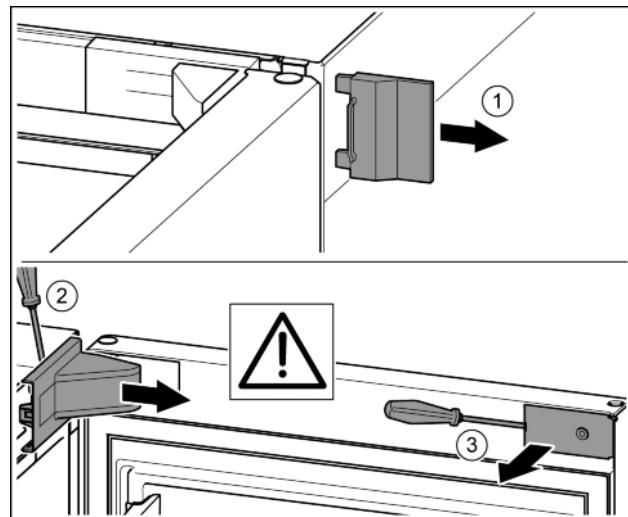

Fig. 8
► Снять внешнюю крышку. Fig. 8 (1)
► Вывести опорный кронштейн из зацепления при помощи отвертки и отсоединить. Снять крышку опорного кронштейна. Fig. 8 (2)
► Вывести накладку из зацепления и отвести в сторону. Fig. 8 (3)